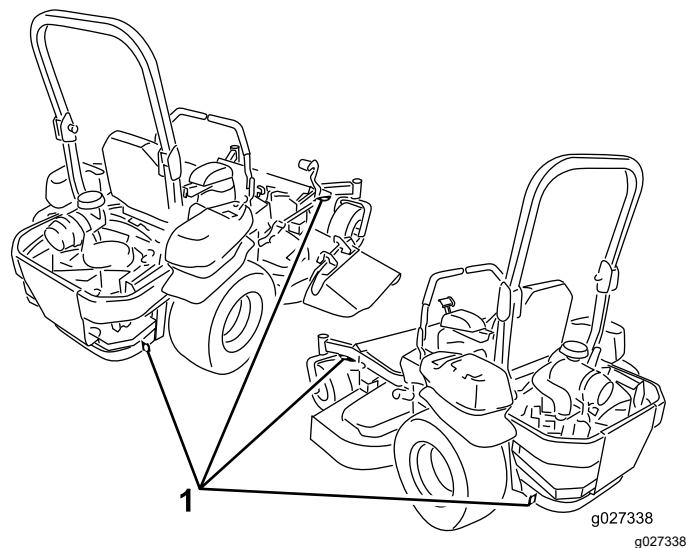

Figure 39
6. Arrimez la machine près des roues pivotantes avant et du pare-chocs arrière à l'aide de sangles, chaînes, câbles ou cordes (Figure 39). Reportez-vous à la réglementation locale concernant les exigences en matière d'arrimage.